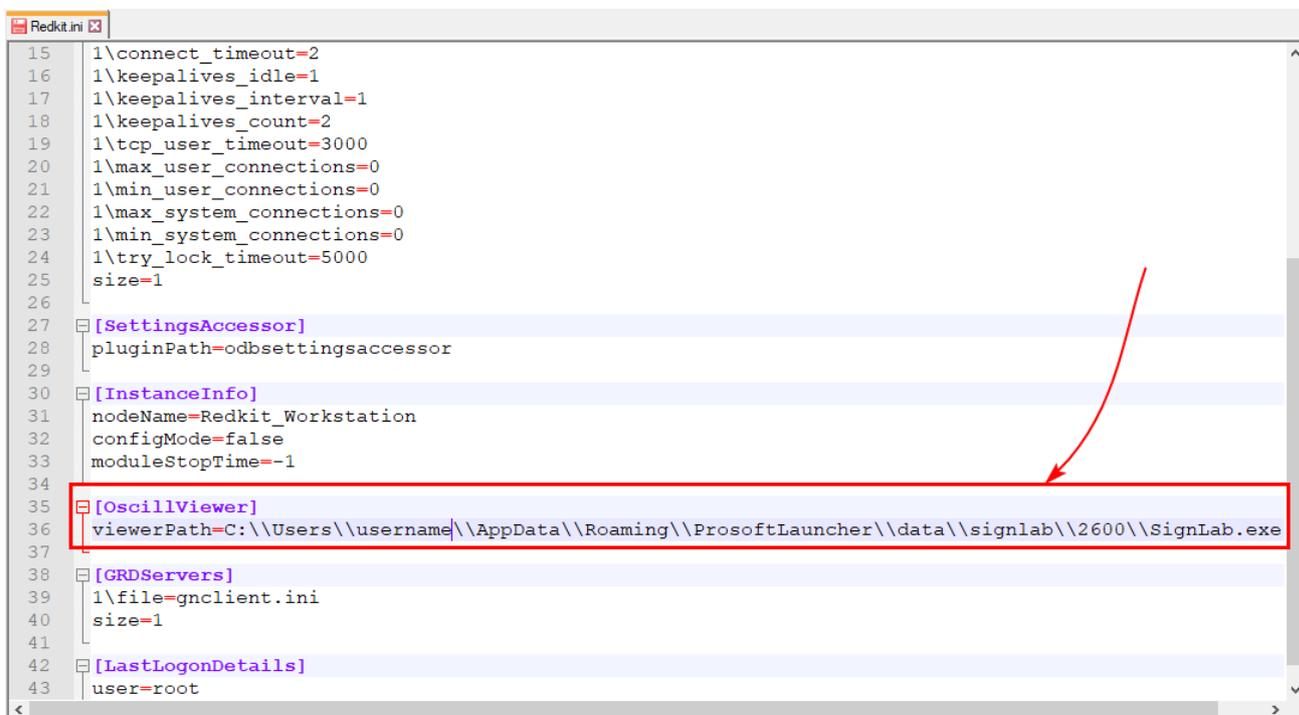

Рисунок 417 - Путь до просмотрщика осциллограмм
9. В секции [OscillViewer] в поле viewerPath задайте путь до программы просмотра осциллограмм (Рисунок 417).